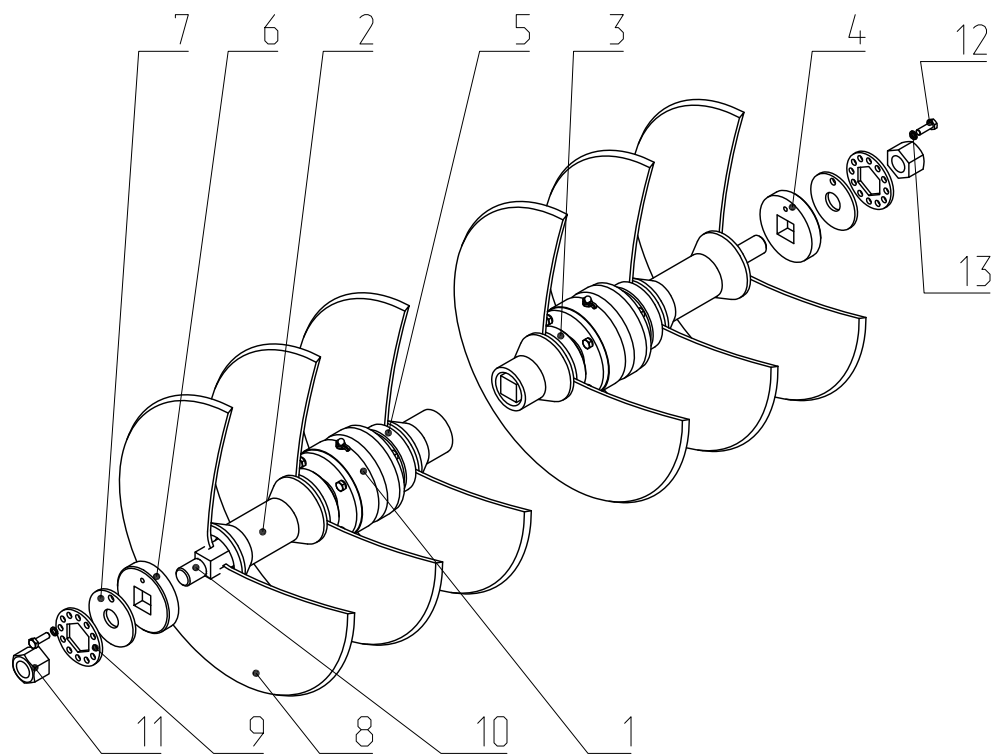

Рис.10. ЛДГ 02.020 Батарея в сборе правая.
3.7.1. Батарея в сборе (Рис. 10) состоит из набора дисков 8 в количестве 9 шт. Диски набраны на оси 10. Между ними расположены шпунья 2 и упоры 3,4,5 и 6. Стягиваются диски гайками 11. От самопроизвольного откручивания гаек, применяются шайбы 9.